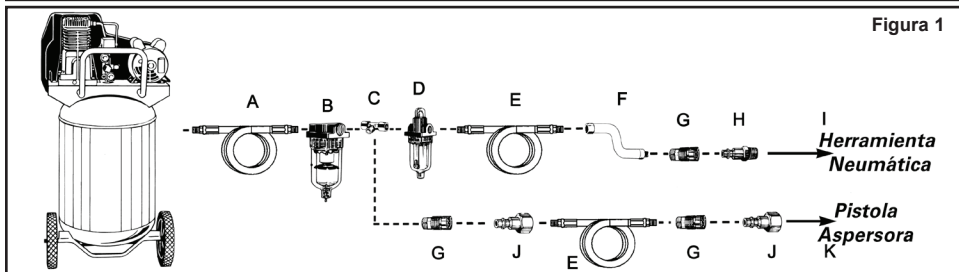
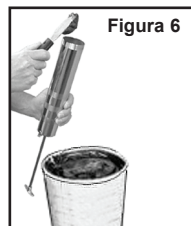

Figura 1
Figura 6
7. Conecte la herramienta al acoplador rápido de la manguera de aire. **NOTA:** Se recomienda utilizar una manguera de conexión flexible con un cabezal giratorio (P012-0079SP - no incluida) para evitar que la manguera de aire se doble, enrosque o gaste demasiado (ver ítem "F" en la figura 1 para las conexiones recomendadas).
Para conservar el funcionamiento óptimo de la herramienta neumática, debe ser lubricada cada vez que se utiliza. Las partículas, el polvo, el óxido y los residuos de aceite se acumulan dentro de la herramienta y reducen su desempeño. Se recomienda utilizar un engrasador en línea para una lubricación automática adecuada (ver Figura 1). Si no dispone de un engrasador en línea, puede lubricar la herramienta de forma manual a través del orificio de entrada (ver Figura 6).